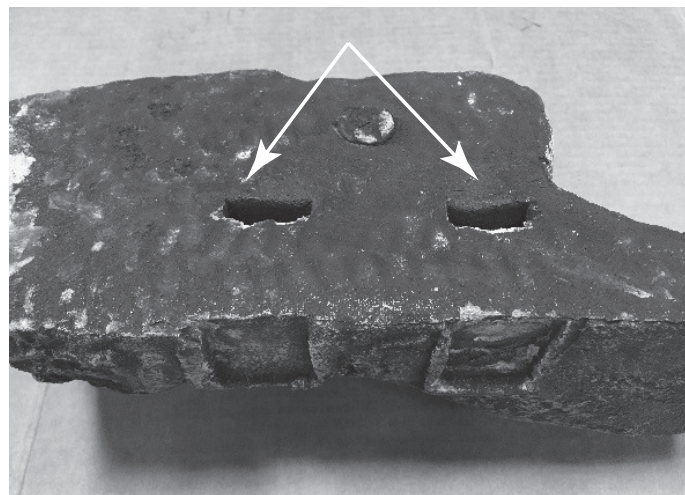

Figure 14.4 Bûche arrière gauche
- Positionnez la bûche avant droite et la bûche avant gauche en utilisant la fente située dans la partie inférieure afin de les placer correctement sur les languettes de fixation de la grille/du brûleur. Voir les figures 14.4 à 14.13.